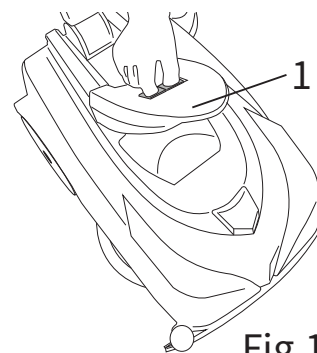

Fig.19
- 2つのスライディングキャッチを互いに向き合うように内側に押して、汚水タンクの蓋を外します(図19、参照1)。